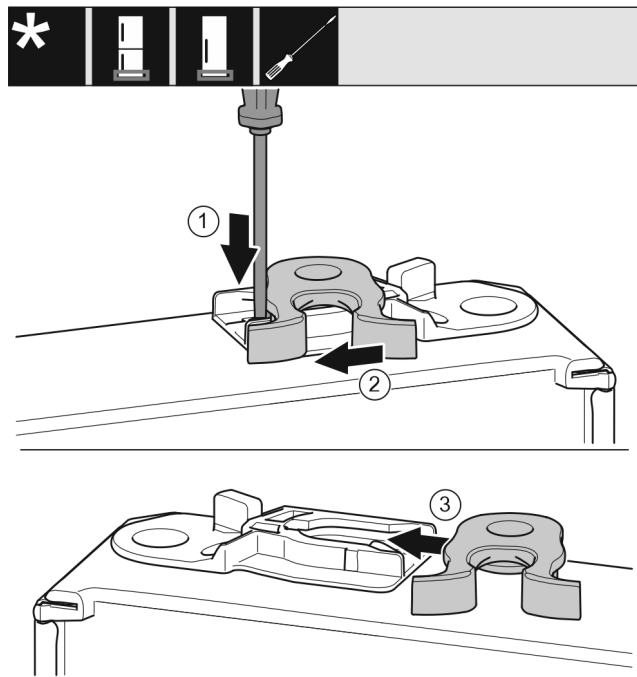

Fig. 23 *
- С плоска отвертка натиснете езичето Fig. 23 (1) надолу.*
- Извадете затварящата кука Fig. 23 (2) от водача.*
- Вкарайте затварящата кука Fig. 23 (3) във водача от другата страна.*